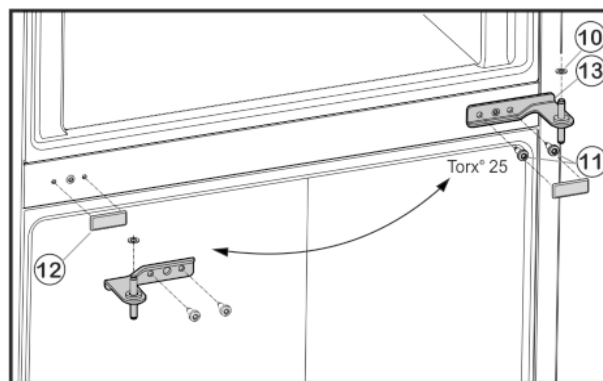

Fig. 6
- ▶ Svitare le viti di fissaggio Fig. 6 (11) (2 viti Torx® 25) e sfilare il cuscinetto di supporto centrale dalla porta inferiore.
- ▶ Rimuovere la rondella in plastica Fig. 6 (10).
- ▶ Estrarre con cautela la copertura Fig. 6 (12).
- ▶ Riapplicare la copertura Fig. 6 (12) sul lato opposto.
- Inserire il cuscinetto di supporto centrale Fig. 6 (13) ruotato di 180° nella porta inferiore e avvitare usando le viti di fissaggio Fig. 6 (11) (2 viti Torx® 25) sul nuovo lato della cerniera (**applicando 4 Nm**).
- Applicare nuovamente la rondella in plastica Fig. 6 (10).
- Posizionare la porta superiore sul cuscinetto di supporto centrale Fig. 6 (13).